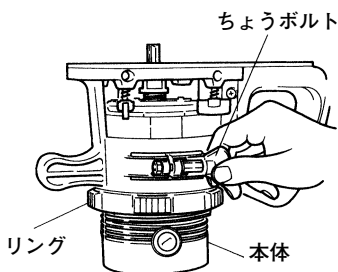

図 6
- (1) ちょうボルトをゆるめ、リングを回して、切込み深さを調節します。リングを 1 回転させると切込み深さは約 5 mm変わります。
- (2) 調節後、ちょうボルトをしっかりと締めて本体を固定します。(図 6)